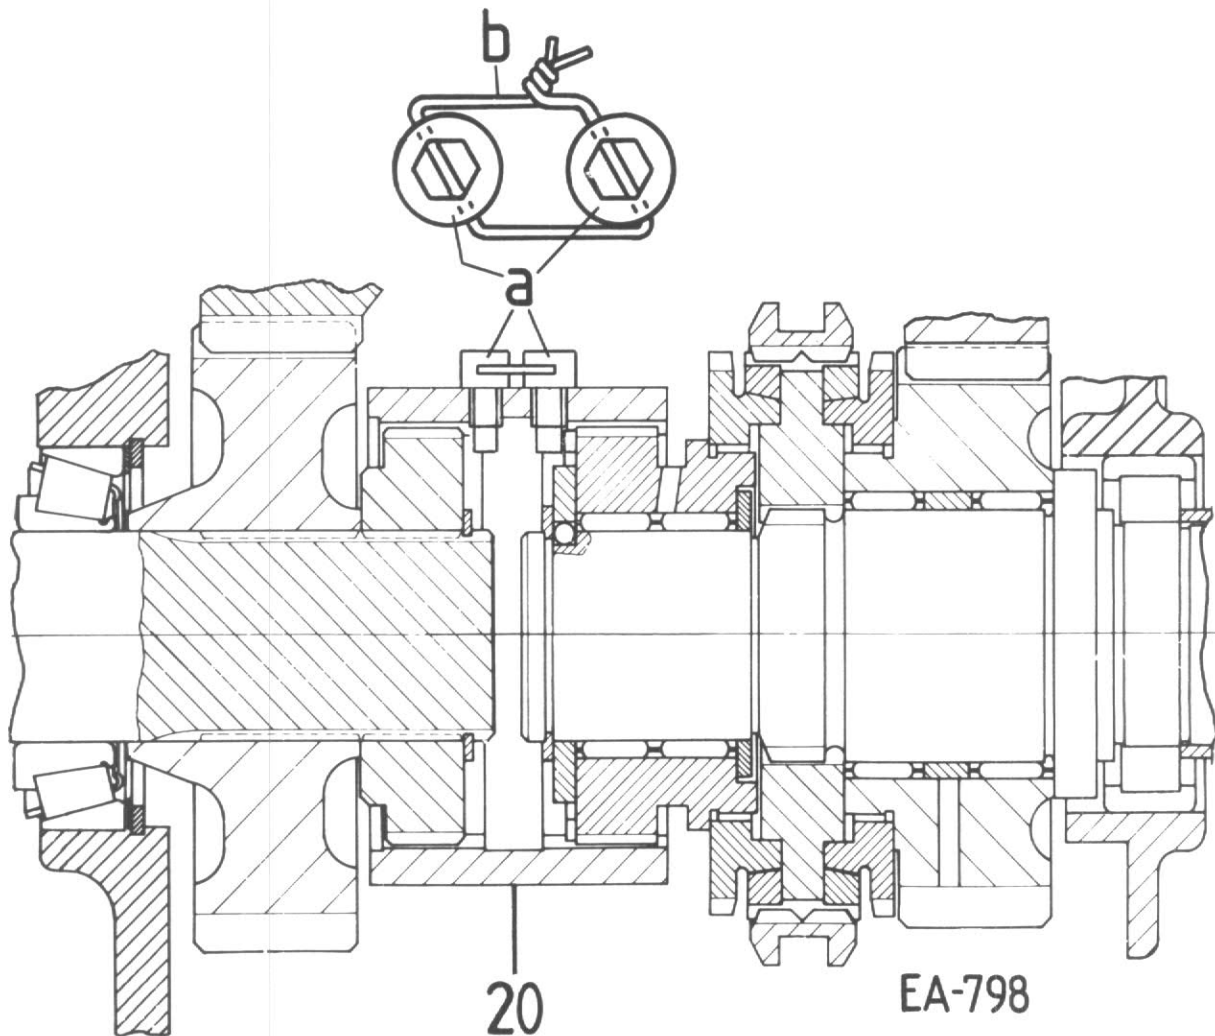

Figure 106a
La différence de dimension des pignons nécessite un manchon d'accouplement (20) plus petit. Il est fixé au moyen de deux vis butée (a) au lieu du circlip (21) - voir figure 106a.